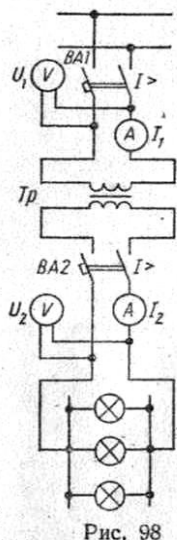

Рис. 98
**Задача 5.** Для освещения рабочих мест в целях безопасности применили лампы накаливания пониженного напряжения 12, 24, 36 В). Для их питания установили однофазный понижающий трансформатор, номинальной мощностью  $S_{\text{НОМ}}$ , работающий с коэффициентом нагрузки  $k_n$ . Номинальные напряжения обмоток  $U_{\text{НОМ1}}$  и  $U_{\text{НОМ2}}$ ; рабочие токи в обмотках  $I_1$  и  $I_2$ . Коэффициент трансформации равен  $K$ . К трансформатору присоединили лампы накаливания мощностью  $P_{\text{л}}$  каждая в количестве  $n_{\text{л}}$ . Коэффициент мощности ламп  $\cos \gamma_2 = 1,0$ . Схема присоединения ламп к трансформатору приведена на рис. 98. Потерями в трансформаторе можно пренебречь. Используя данные для своего варианта, указанные в табл. 27, определить все неизвестные величины, отмеченные прочерками в таблице.